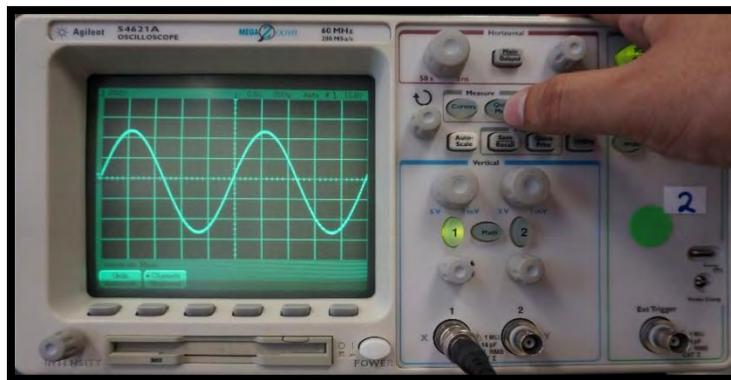

Figura D.4. Generación de las lecturas en la pantalla del osciloscopio.
4. Se oprime el botón “QUICK MEAS”, para generar en la pantalla las lecturas de los parámetros seleccionados (figura D.4).